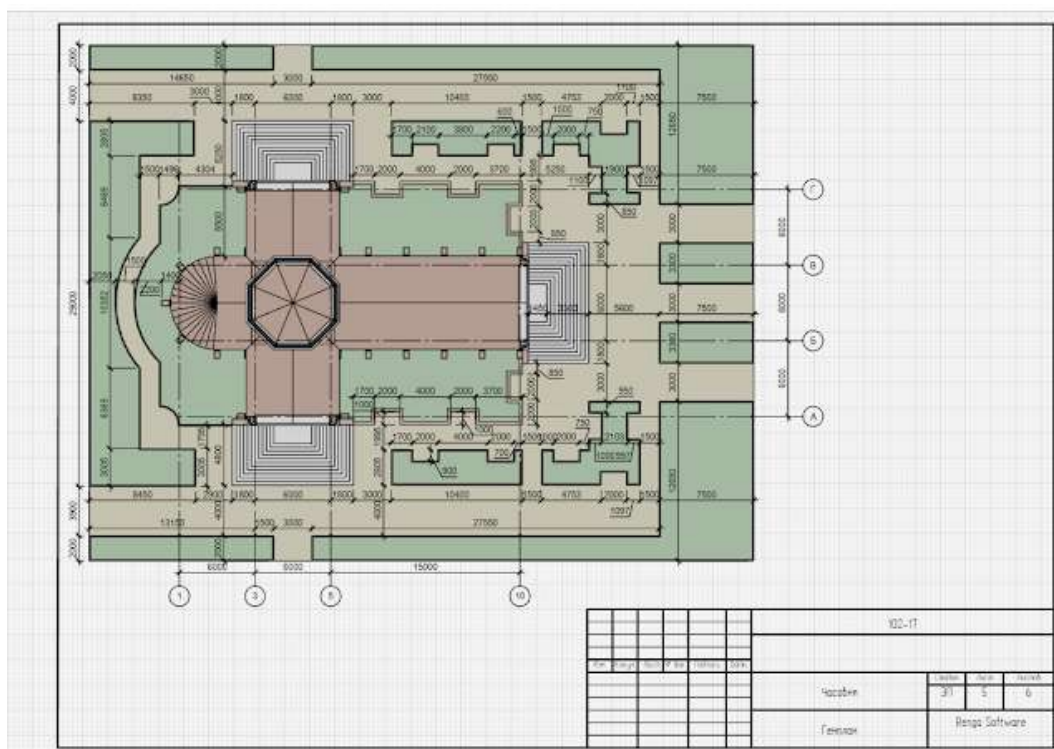

Рисунок 6.3 – Модель генерального плана
3. Генеральный план в программе ренга вычерчивать с помощью инструментов плита перекрытия. Нанести элементы благоустройства территории, озеленение, тротуары, зелёные насаждения, см. рис.6.3.